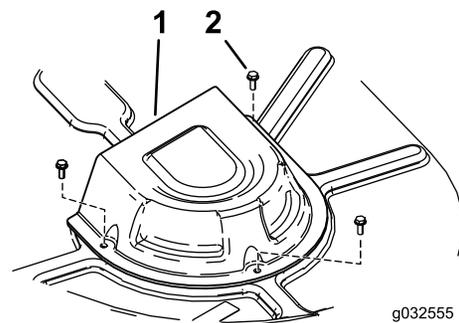

Bild 71
- Entfernen Sie die Abdeckungen der Riemenscheibe ab (Bild 71).